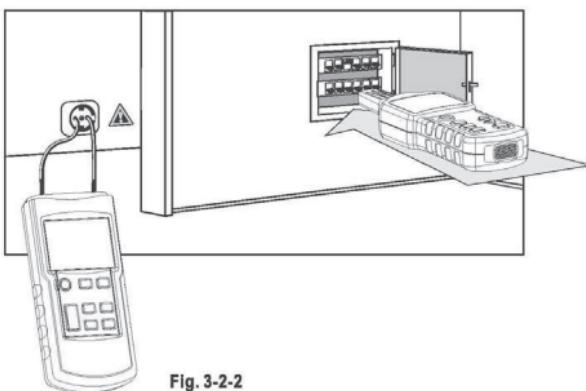

Fig. 3-2-2
En un edificio con múltiples viviendas, utilice los terminales L y N de un enchufe de cualquier domicilio para enviar las señales del emisor (como se muestra en la Fig.3-2-2) y ajuste la potencia de transmisión del aparato a un nivel adecuado.
- * Conecte el emisor de acuerdo con la Fig. 3-2-2.